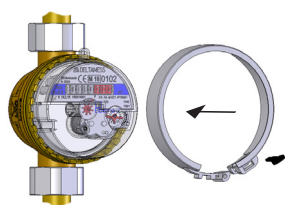

Bild 12 (Verplombung Aufputz)
- Plombiering leicht öffnen, über den Kopfring legen und verschließen (Bild 12). Benutzerplombe fest in die dafür vorgesehene Öffnung drücken.